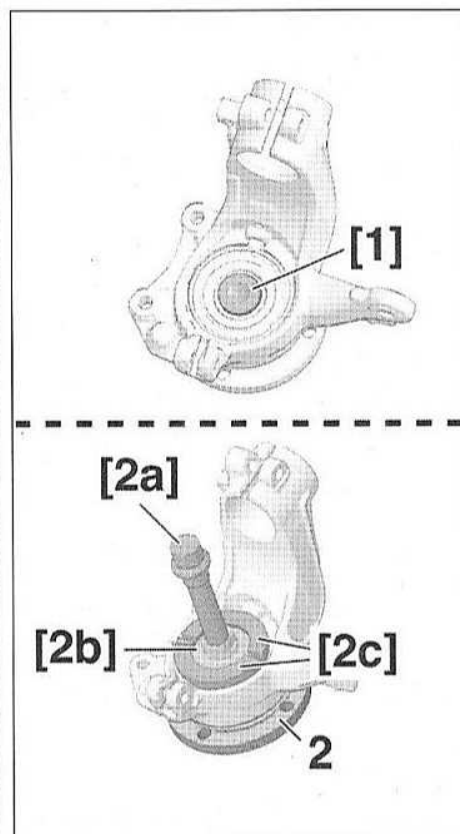

FIG.26
- Mettre en place les outils [1], [2a], [2b] et [2c] (Fig.26).
- Extraire le moyeu (2) muni de la cage intérieure du roulement.